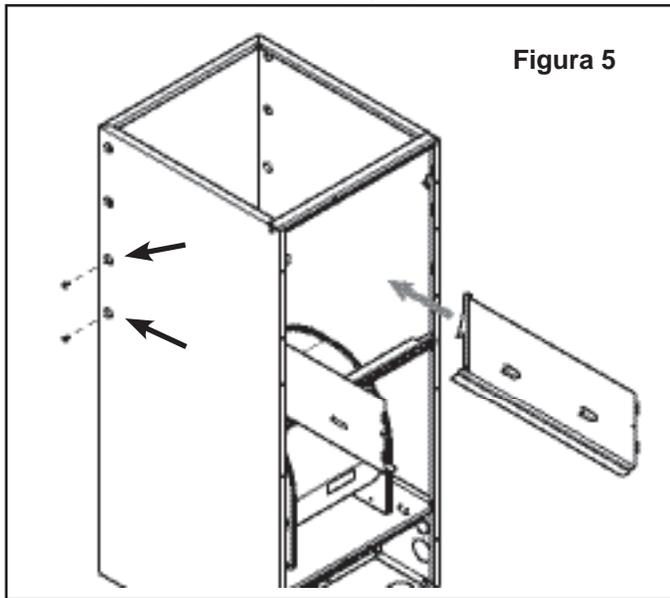

Figura 5
9. Pre-perfore cuatro orificios de libramiento en los hoyuelos del gabinete ubicados debajo del lugar donde fueron removidos los tornillos de las ménsulas soporte del serpentín. Hay dos orificios en cada lado. Ver su ubicación en la Figura 5.